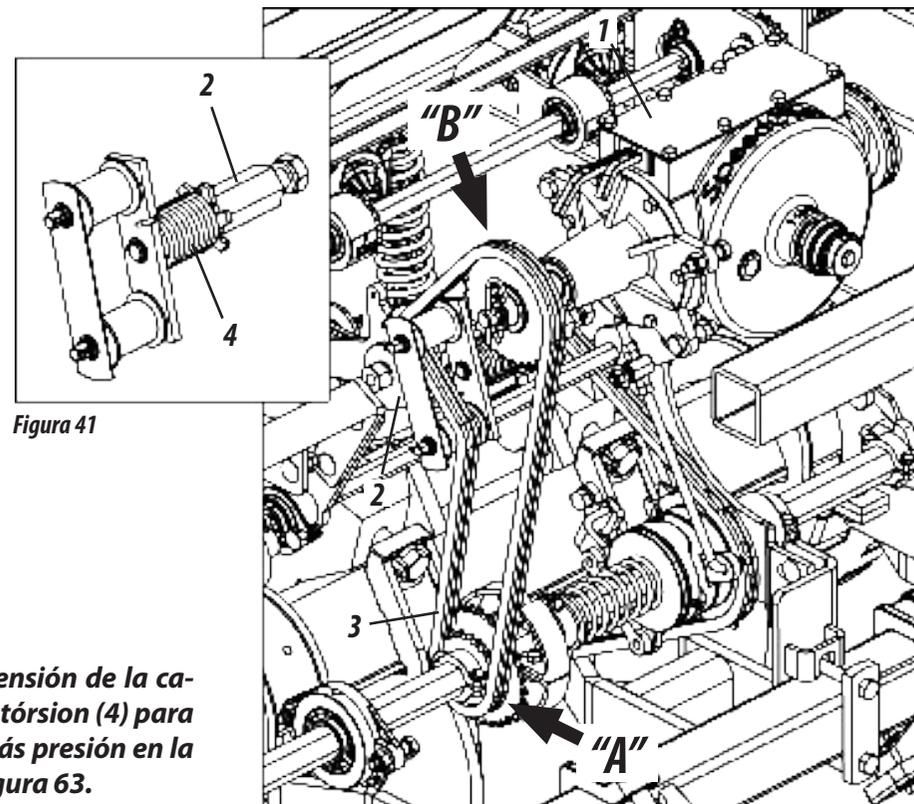

Figura 41
AJUSTE PARA LA DISTRIBUCIÓN DE ABONO (FIGURA 41)
El ajuste de la semilla se realiza a través de la *Speed Box* (1). Para obtener más ajustes, invierta la corriente en los engranajes impulsora "**A**" e impulsada "**B**", como se muestra en la figura 41. Para invertir la corriente en los engranajes, proceda de la siguiente manera:
- 1- Primero, gire el tensor (2), quitando la tensión de la cadena (3).
- 2- Luego, invierta la corriente (3) según la necesidad de trabajo.
- 3- Luego, suelte el tensor (2) soltándolo, devolviendo la tensión en la cadena (3).